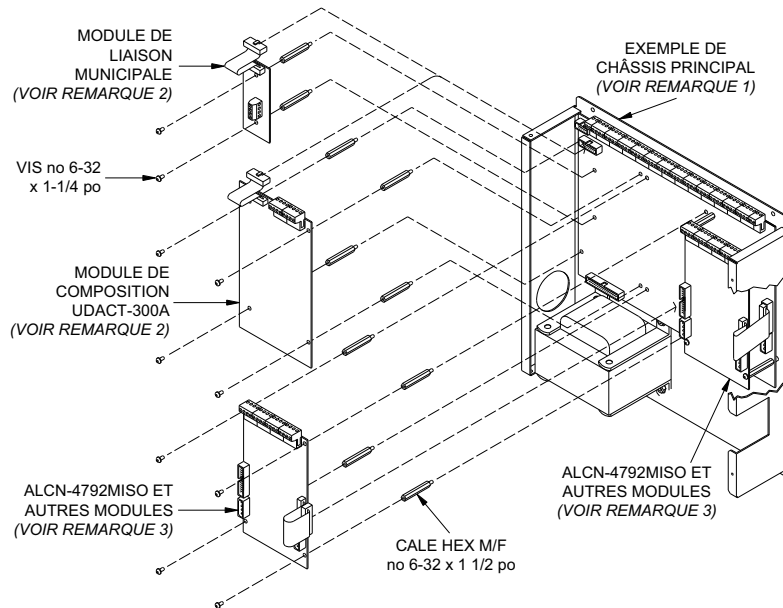

Figure 2 Emplacements d'installation de la carte ALCN-4792MISO
1. Fixer la nouvelle carte avec les vis ou attaches incluses, comme le montre la figure 2.